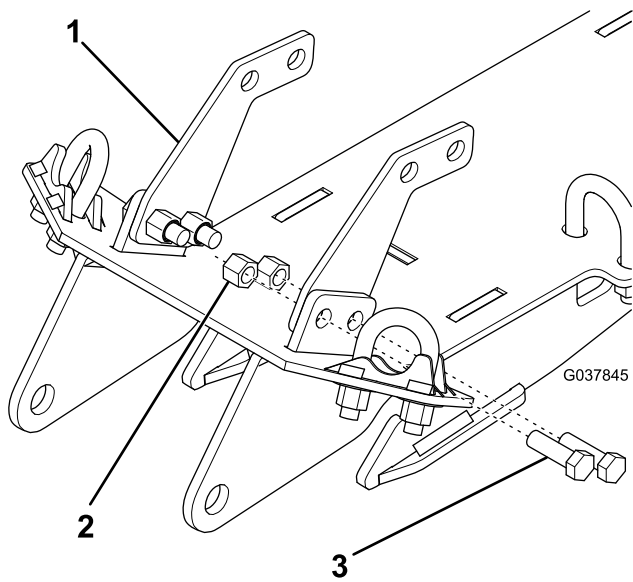

Figura 2
9. Sujete los 2 soportes delanteros al chasis inferior con 4 pernos y 8 contratuercas, y apriete los pernos manualmente (Figura 2).